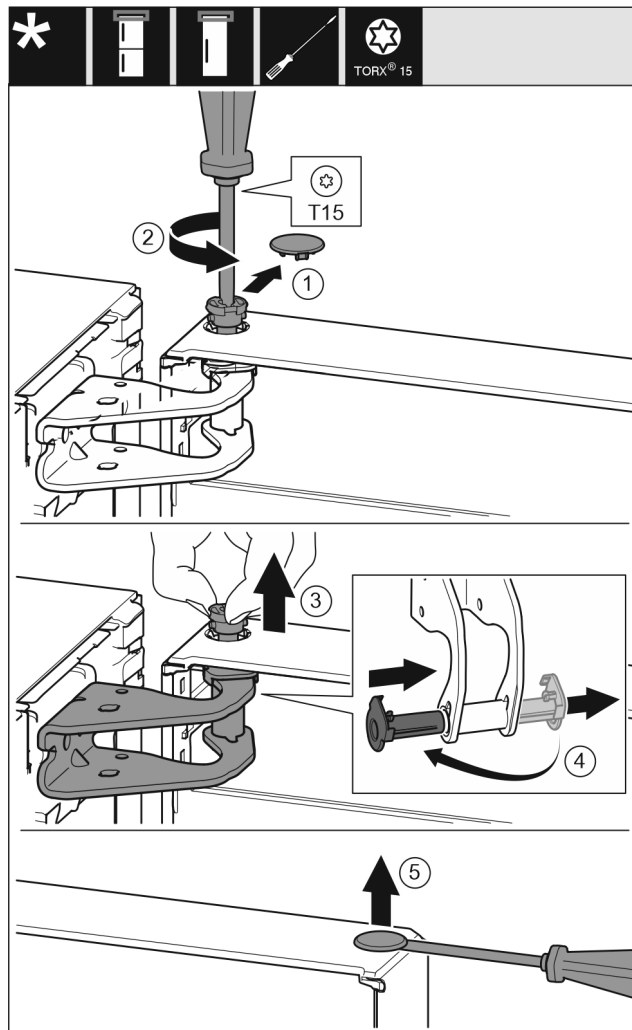

Fig. 9
- Enlever délicatement le cache de sécurité. Fig. 9 (1)
- Dévisser légèrement le boulon avec un tournevis T15. Fig. 9 (2)
- Tenir fermement la porte et sortir le boulon avec les doigts. Fig. 9 (3)
- Tirer la douille de palier en dehors du guide. La mettre de l'autre côté et l'enclencher. Fig. 9 (4)
- Soulever délicatement le bouchon en dehors de la douille de palier de porte avec un tournevis plat et le sortir. Fig. 9 (5)